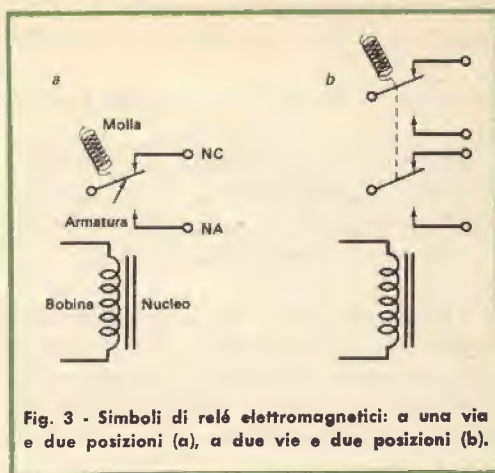

Fig. 3 - Simboli di relé elettromagnetici: a una via e due posizioni (a), a due vie e due posizioni (b).
Il relé elettromagnetico è un dispositivo abbastanza semplice e, come è illustrato nella fig. 3-a, è composto di un nucleo di ferro, di una bobina, di un'armatura di ferro dolce imperniata e di due o più contatti. L'armatura viene mantenuta in posizione "aperta" da una molletta. Nel caso di un relé a due posizioni un contatto è normalmente chiuso (NC) mentre l'altro è normalmente aperto (NA). Quando si applica una tensione alla bobina si genera un campo magnetico e l'armatura viene attratta, vincendo la tensione della molla, contro il contatto NA.
Nella maggior parte dei montaggi a transistori con relé si usano contatti ad una via e due disposizioni come nella fig. 3-a e, in
alcuni casi, contatti a due vie e due posizioni come nella fig. 3-b. Di regola le caratteristiche dei contatti non sono critiche eccetto i casi in cui si debbano commutare potenze discrete.